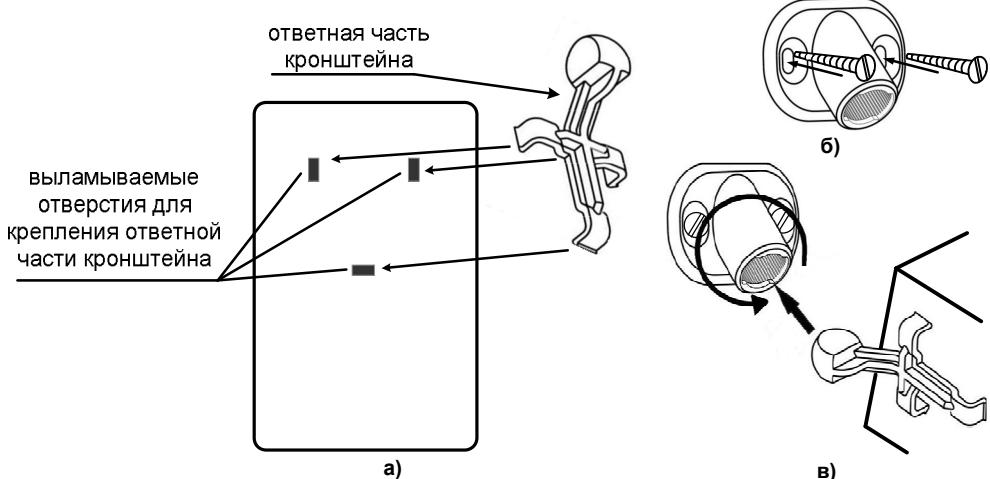

Рис.13
4. Установите на основание сигнализатора ответную часть кронштейна, предварительно удалив заглушки (рис.13а).
7. Соедините части кронштейна и поверните сигнализатор в нужное положение (см. рис.13в).